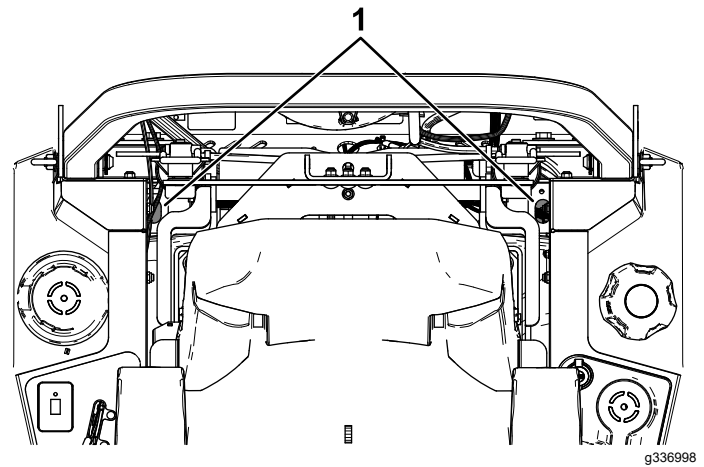

Figura 76
- **Transmisiones hidrostáticas ZT 4400:** utilice una extensión y una llave de vaso de 7/16" para acceder al tapón de ventilación desde la parte superior de la máquina a través de los orificios situados cerca de los soportes de la barra antivuelco (Figura 76).